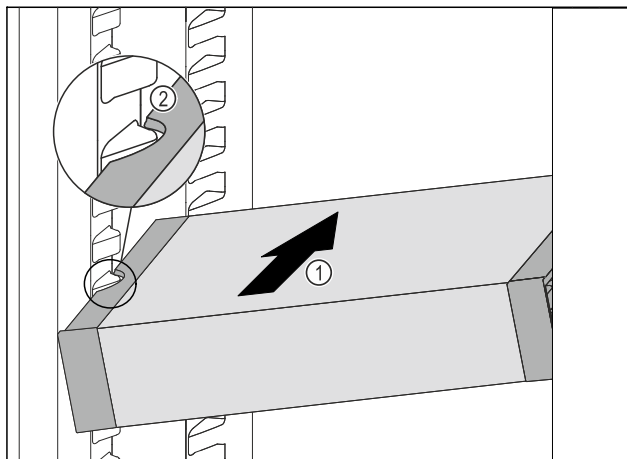

Fig. 123
- ▶ Вкарайте VarioSafe под ъгъл в хладилната част Fig. 123 (1), докато страничните прорези Fig. 123 (2) на VarioSafe се намират на височината на реброто на съда в хладилната част.